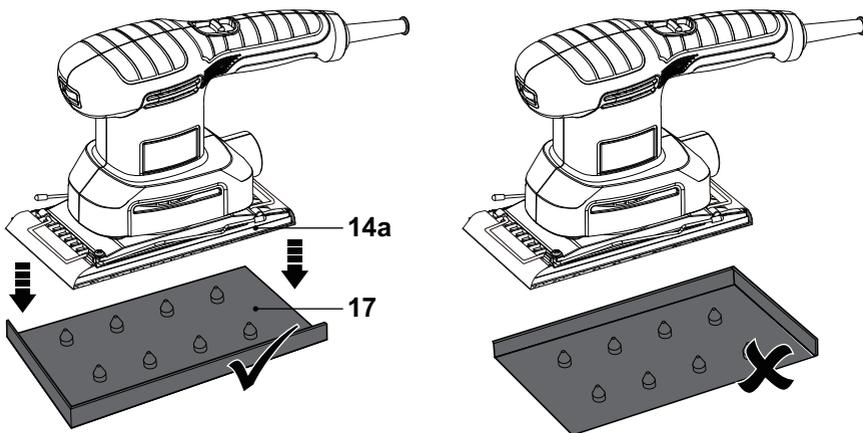

Fig. 15
- > Alignez la semelle (14a) équipée d'une feuille abrasive appropriée avec le gabarit perforateur (17). Assurez-vous que les bords de la semelle (14a) affleurent les bords du gabarit perforateur (17).
- > Pressez le produit sur le gabarit perforateur (17) (Fig. 15).